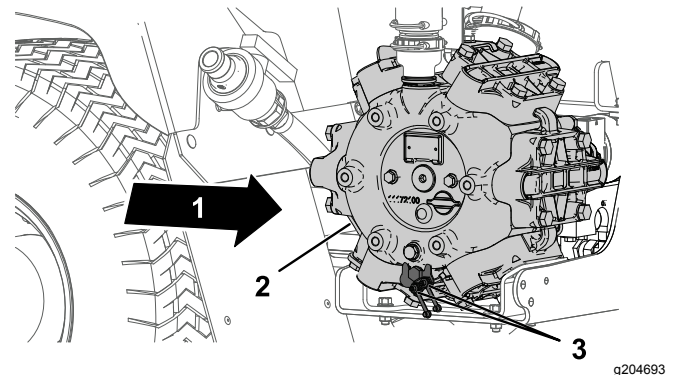

Figura 62
- Pulite con un panno i 2 raccordi di ingrassaggio remoto (Figura 62).
- Pompate del grasso nel raccordo di ingrassaggio remoto (Figura 62).